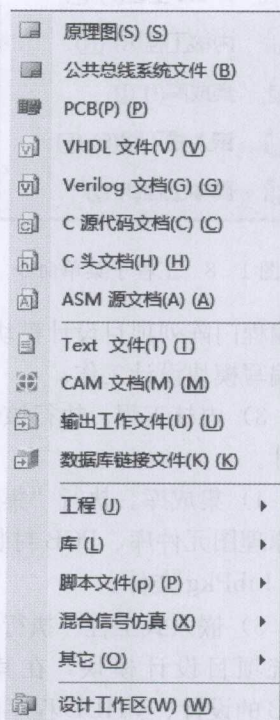

图 1-7 文件新建子菜单
1.4.1 节讲述了使用主页面进行文件操作,实际上主要命令均可以使用“文件”(File) / “新建”(New) 菜单中的命令来选择。从 New 子菜单中可以选择建立目标文件,包括 Schematic (原理图)、PCB、FPGA、VHDL 以及相关的库 (Library) 文件,“新建”子菜单如图 1-7 所示。